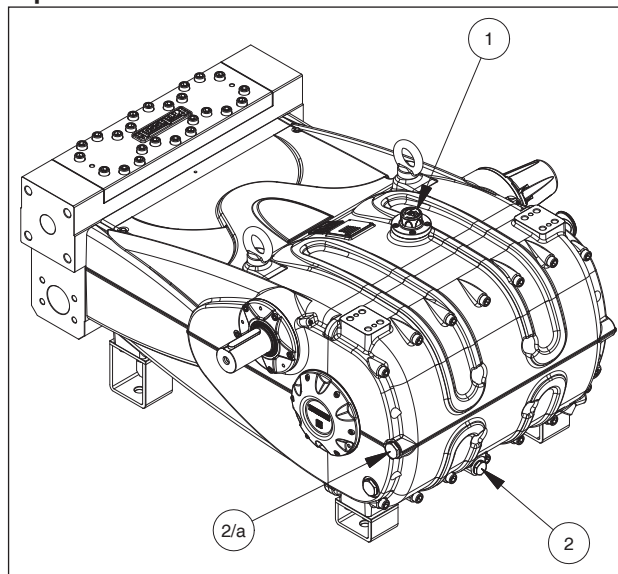

Рис. 4
Проверьте уровень масла с помощью масломерного щупа ①, Рис. 4.
При необходимости долейте масло через пробку ① Рис. 4. Для правильной проверки уровня масла насос должен находиться при температуре окружающей среды; смену масла следует осуществлять при рабочей температуре насоса; сняв пробку ②, Рис. 4. (Для насоса в вертикальном исполнении используйте пробку поз. 2/а.)